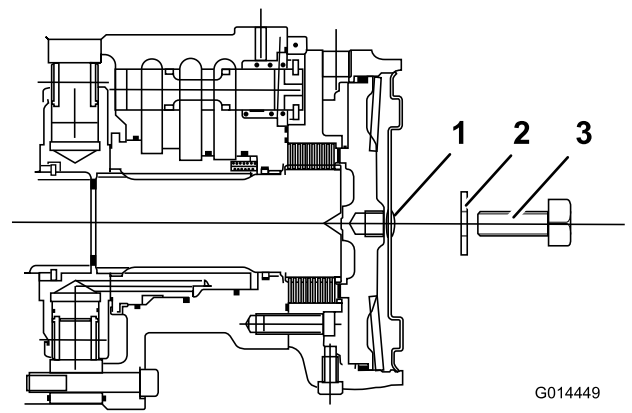

Figure 62
6. Identifiez le frein à disque du moteur de roue avant gauche et répétez la procédure précédente (Figure 62).